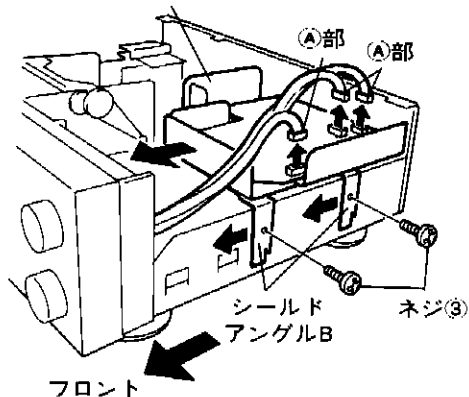

図 3
6. ネジ③ (2個) を外し、シールドアングルBをフロント側にスライドさせて、(シールド板+AUDIO ユニット) を外す。(図3参照)